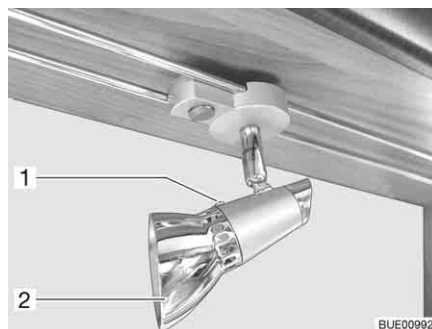

Fig. 240 Spot halogène (coulissant)
- Dévisser la vis de fixation (Fig. 240,1).
- Retirer l'abat-jour (Fig. 240,2).